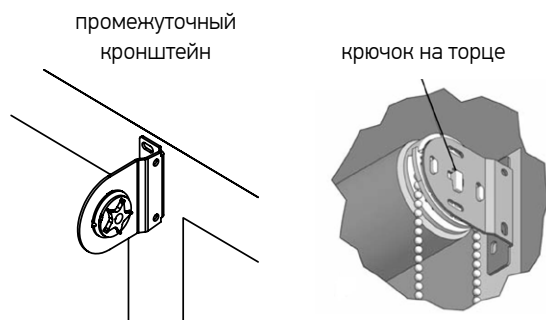

Рис. 10. Установка правого изделия
2. Разметить предполагаемые места установки кронштейнов, расстояние между которыми является шириной готового изделия. Место установки промежуточного кронштейна размечать таким образом, чтобы его наружная сторона оказалась на линии, до которой велись измерения при замере (Рис.10).
3. Прикрутить 2 саморезами* (при необходимости использовать дюбели*) каждый кронштейн, начиная с правого (Рис.10).